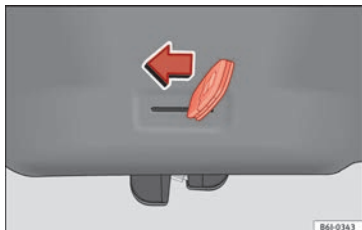

Abb. 7 Notentriegelung der Heckklappe
- Den Schlüsselbart in den Schlitz stecken und das Verriegelungssystem entriegeln, indem der Schlüssel von rechts nach links in Richtung Pfeil bewegt wird » Abb. 7.